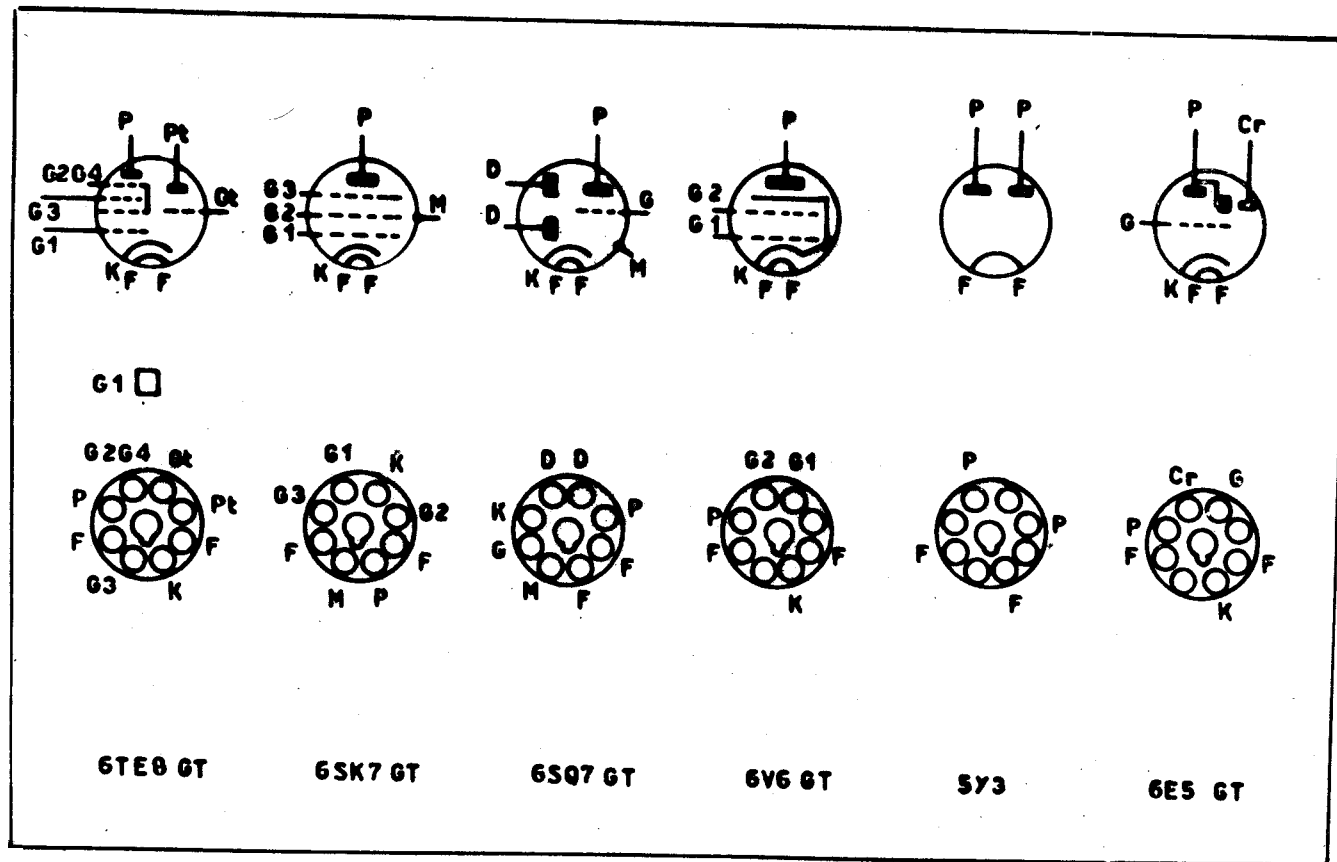

Fig. 8
- Fig. 8 -
VALVOLE USATE : Le valvole usate sono già state descritte nel corso delle lezioni precedenti. La fig.8 ne riassume i collegamenti allo zoccolo ed i numeri corrispondono a quelli dello schema ed alla solita numerazione dello zoccolo octal.